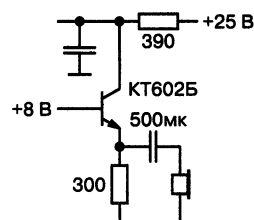

Рис. 4.20. Как обеспечить 25 мВт мощности?
**РАДИОЛЮБИТЕЛЬ:** В книжке я нашел схему лампового-полупроводникового усилителя низкой частоты. При работе на наушники сопротивлением 15 Ом коэффициент нелинейных искажений менее 0,2% при выходной мощности  $P_{\text{ВЫХ}} = 0,025 \text{ Вт}$  (схема выходного каскада на рис. 4.20). Весьма заманчиво...